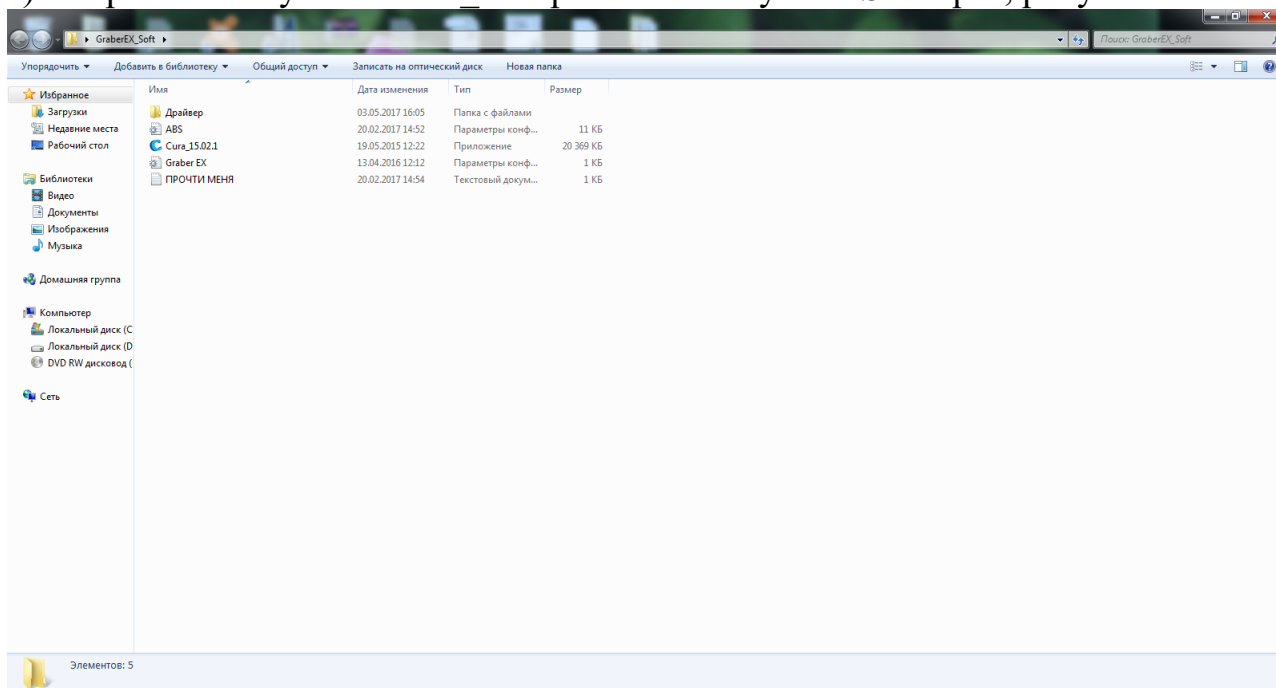

Рисунок 1. Открытие папки GraberEX_Soft
1) Откройте папку GraberEX_Soft расположенную на SD карте, рисунок 1